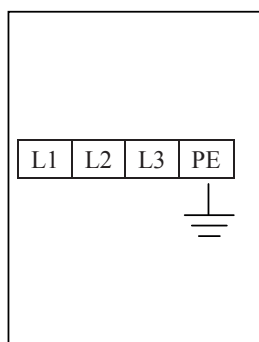

Figure 16
- Branchez l'alimentation électrique : Les fils 400 V (4\*2,5 mm2) du câble pour l'alimentation électrique sont branchés sur les bornes L1, L2, L3. Le PE est branché sur la borne de terre (figure 16).